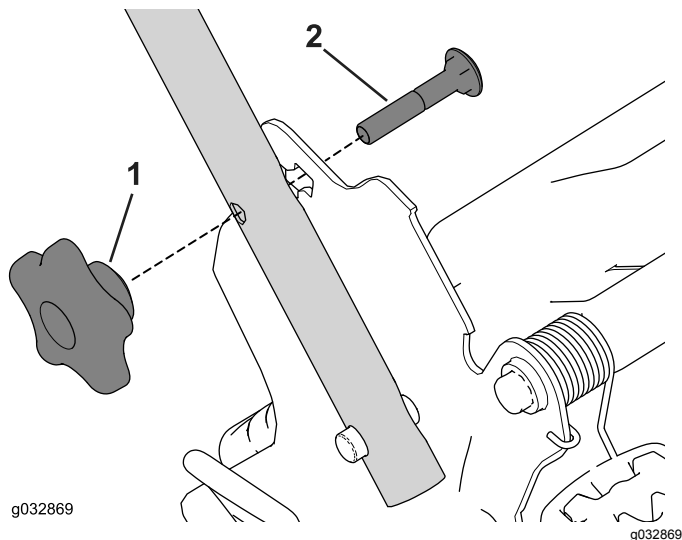

Figura 27
1. Retire y guarde los 2 pomos del manillar y los 2 pernos de cuello cuadrado de los soportes del manillar (Figura 27).